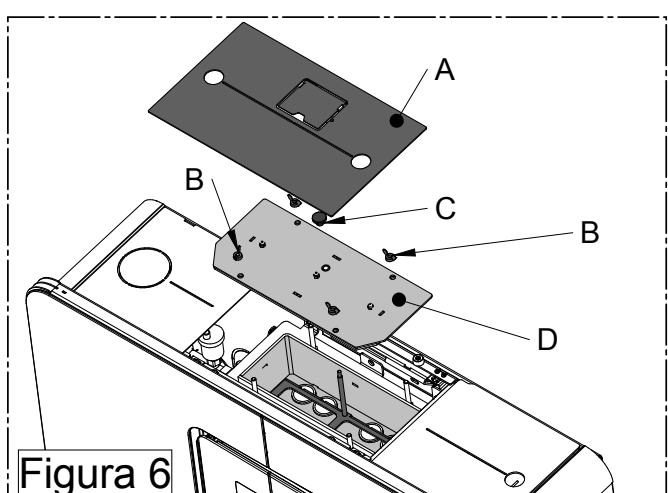

Figura 6
- Aspirare la cenere localizzata nel vano superiore giro fumi. (Figura 6). Per accedere al vano sganciare tirando energicamente il la copertura A, svitare i dadi ad alette B e svitare il pomello scuoti turbolatori C. Togliere il coperchio D facendo attenzione a non danneggiare l'isolante montato sullo stesso.